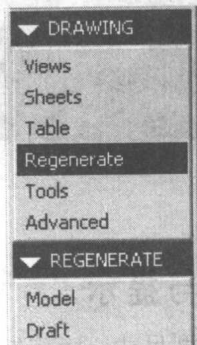

图 1-6
2. 在弹出的 DRAWING 菜单中,单击 Regenerate 选项,弹出 REGENERATE 菜单,如图 1-6 所示。